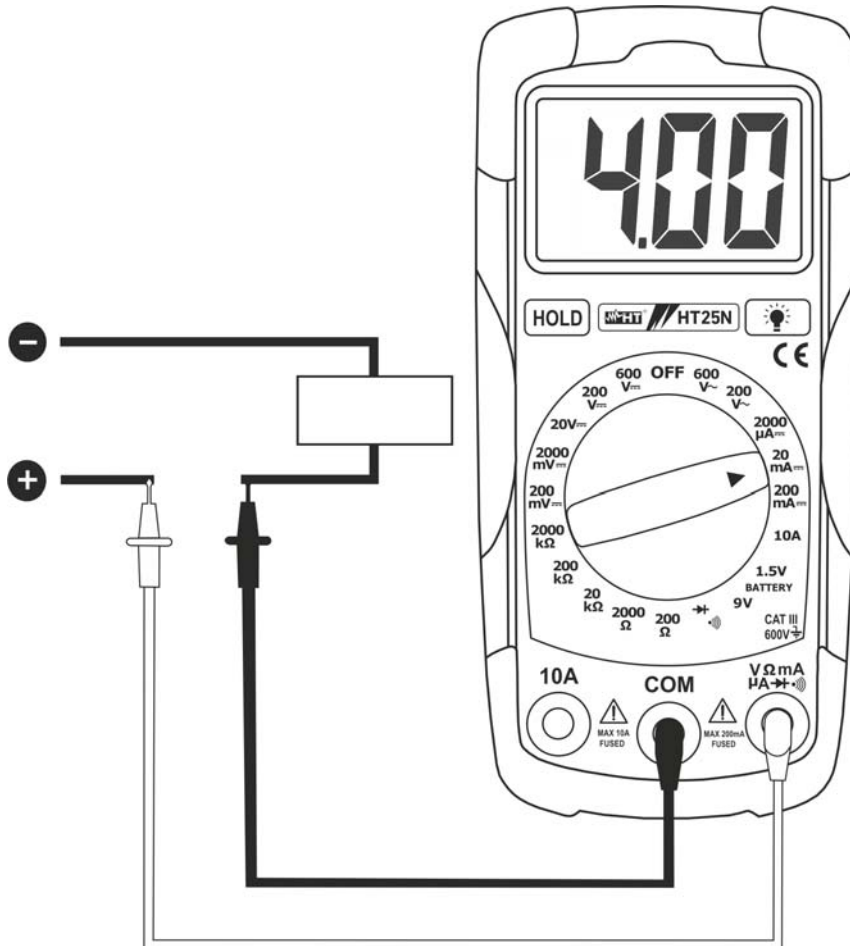

Fig. 4: Uso do instrumento para medir Correntes CC
4. Ligar a ponteira vermelha e a ponteira preta em série ao circuito do qual se pretende medir a corrente respeitando a polaridade e o sentido da corrente (ver Fig. 4).
7. A visualização, no display do instrumento, do símbolo "-" indica que a corrente tem um sentido oposto em relação à ligação da Fig. 4.